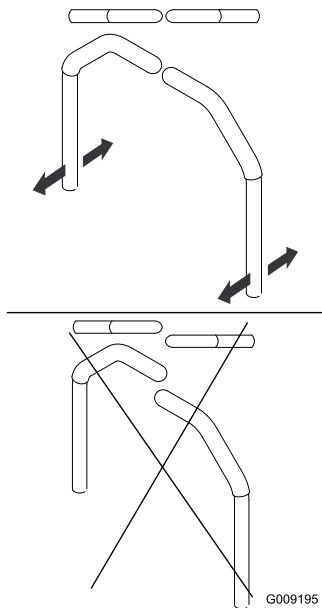

Bild 78
4. Richten Sie die Hebel in Längsrichtung aus. Bringen Sie die Hebel zuerst in der Neutral-Stellung zusammen und schieben Sie die Hebel dann so lange, bis sie ausgerichtet sind. Ziehen Sie dann die Schrauben an (Bild 78).